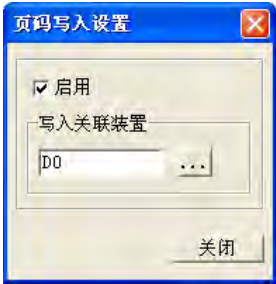

图 5-10 页码写入设置
用于将用户目前在TP人机所开启的页面编号写到联机之指定装置内。可单击 **页面设置 (L)** > **页码写入设置 (W)**，或是在此页面上单击右键开启 **右键快捷选项** > **页码写入设置**。将开启页码写入设置窗口如图 5-10，勾选「启用」后，单击「关联装置」按钮，将开启关联装置设置窗口，请参阅第 4.1.1 节。